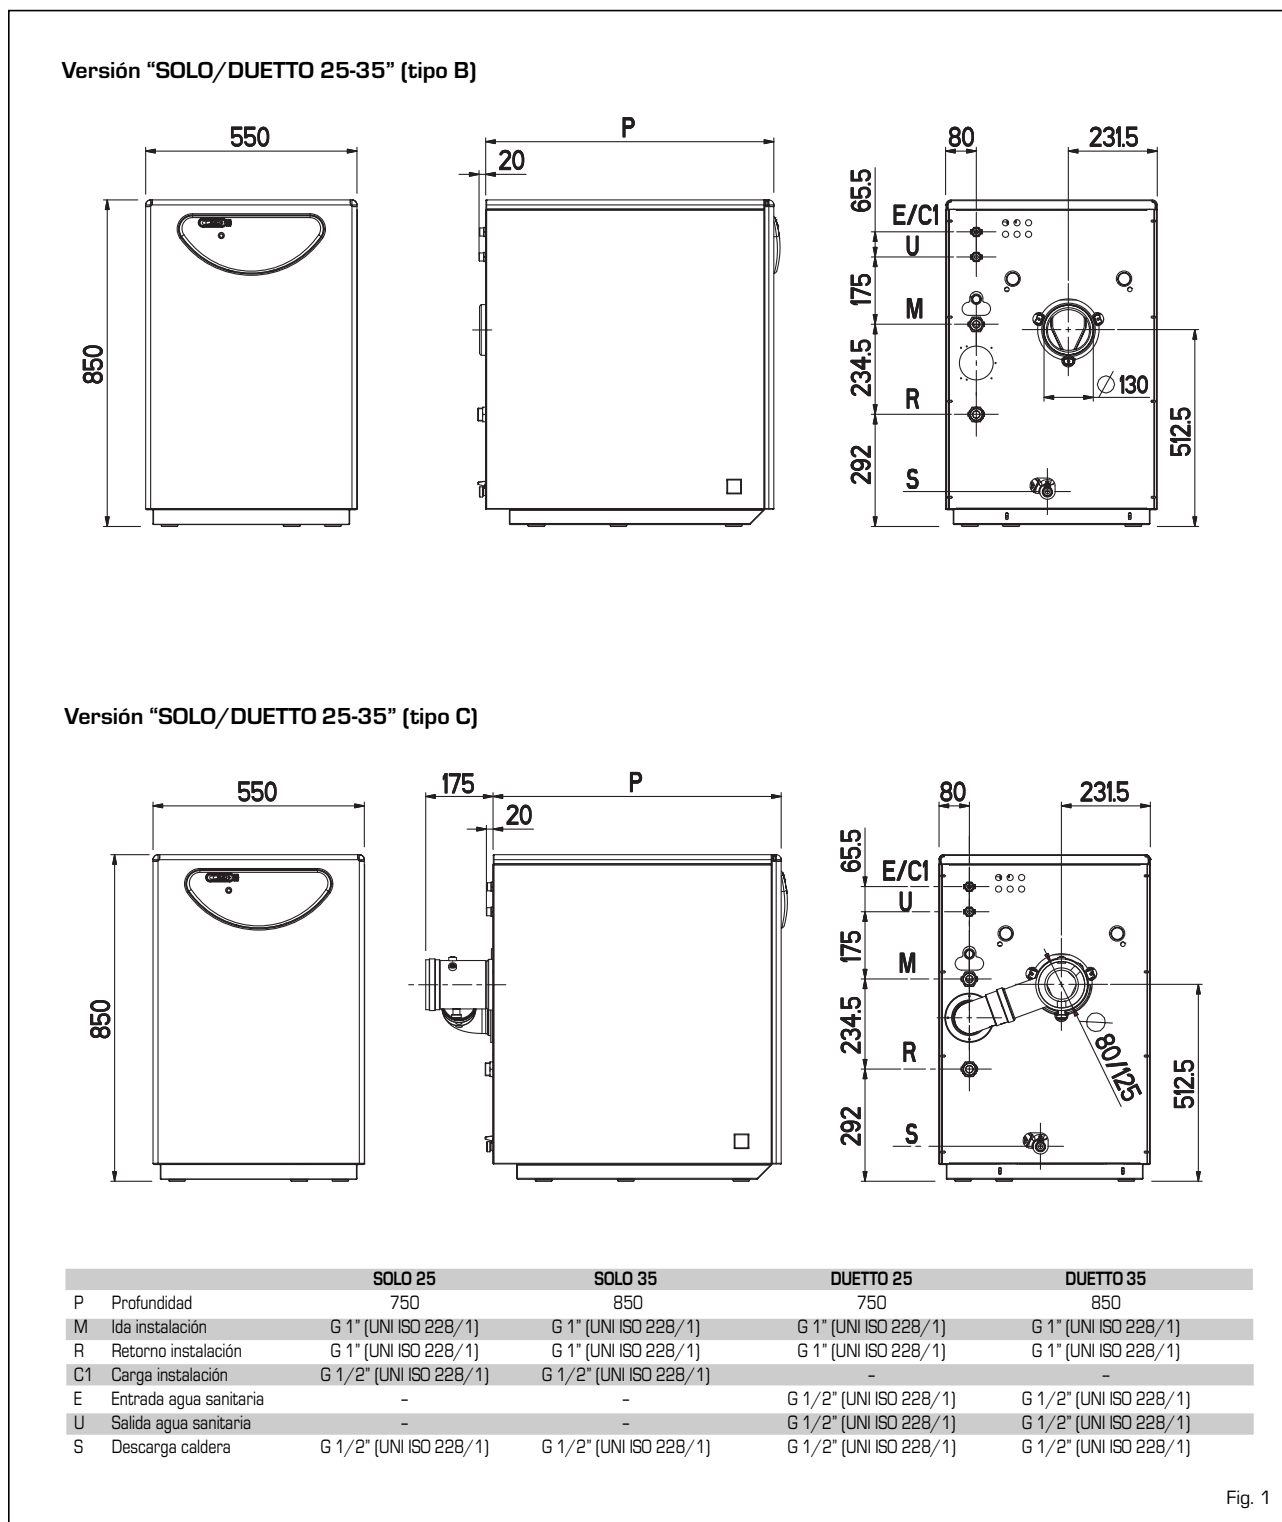

Fig. 1
1.2 DIMENSIONES (fig. 1)
Antes de proceder a la conexión de la caldera es buena norma hacer circular agua en las tuberías para eliminar los eventuales cuerpos extraños que podrían comprometer la buena funcionalidad del equipo. Al efectuar las conexiones hidráulicas, asegúrese que se respeten las indicaciones dadas en la fig. 1. Es oportuno que las conexiones sean fáciles de desconectar por medio de empalmes con uniones giratorias.